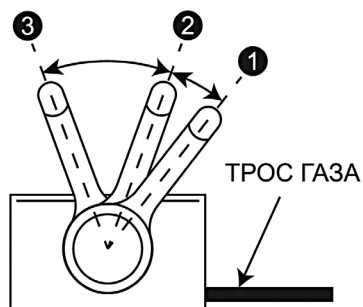

Рис. 16 Положения рычага газа
- Для запуска холодного двигателя закройте воздушную заслонку карбюратора, для этого переведите рычаг газа 6 (Рис. 1) в положение «1» (Рис. 16). Для запуска прогретого двигателя переведите рычаг газа на 1/3 хода из положения 3 в сторону положения 2 (Рис. 16).
2. Рычагом газа переведите двигатель в режим холостого хода (переведите рычаг газа в положение 3 (холостых оборотов) (Рис. 16)
Скашивание необходимо производить только на максимальных оборотах двигателя (рычаг газа в положении 2 (Рис. 16)). Уменьшение оборотов двигателя для снижения скорости движения газонокосилки допускается только на короткое, непродолжительное время. Постоянная работа двигателя газонокосилки на средних и холостых оборотах с целью уменьшения скорости движения газонокосилки (или возмож-